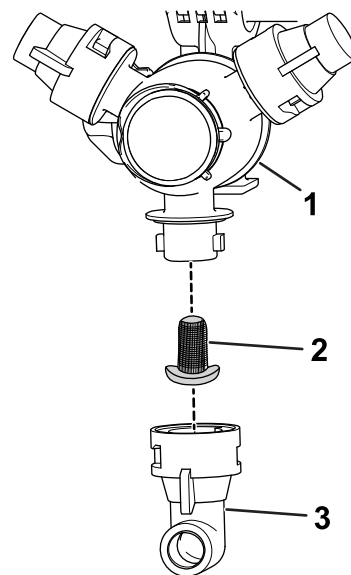

Figura 49
2. Rimuovete l'ugello dalla torretta di irrorazione (Figura 49).
3. Rimuovete il filtro dell'ugello (Figura 49).
5. Montate il filtro dell'ugello (Figura 49).
6. Montate l'ugello sulla torretta di irrorazione (Figura 49).